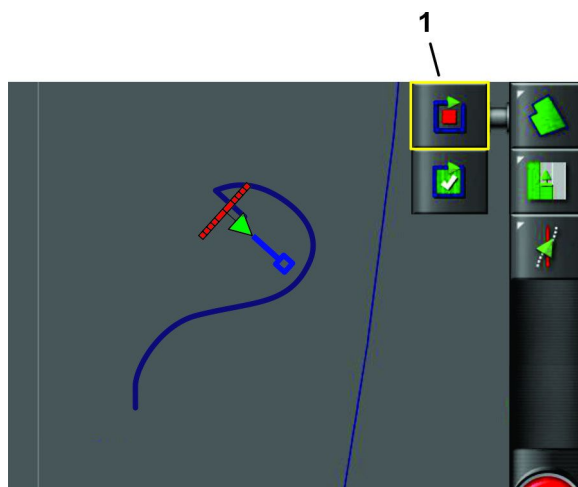

Figure 43
- Mettez la machine en position (Figure 43).
- Appuyez sur l'icône ENREGISTRER LA LIMITE DE CHAMP pour reprendre l'enregistrement et continuez de conduire la machine pour délimiter le périmètre (Figure 43).